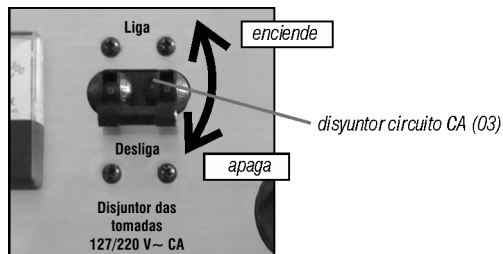

Fig. 16 – disyuntor circuito AC
Si hay sobrecarga de corriente eléctrica, el disyuntor actuará automáticamente, asumiendo la posición apagado (OFF). Cuando esta situación ocurra, primero verifique la causa de la sobrecarga, resuélvala y sólo entonces accione el disyuntor para la posición enciende (ON) (fig. 16).